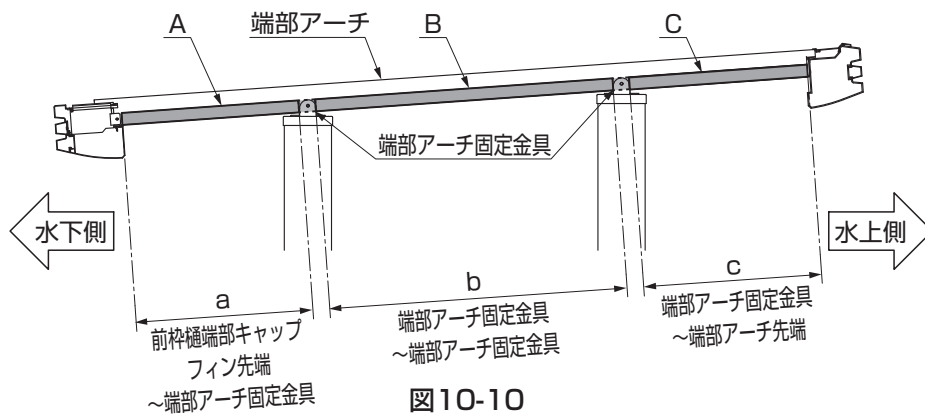
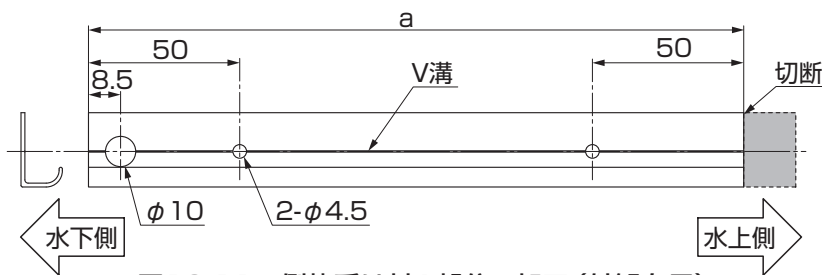
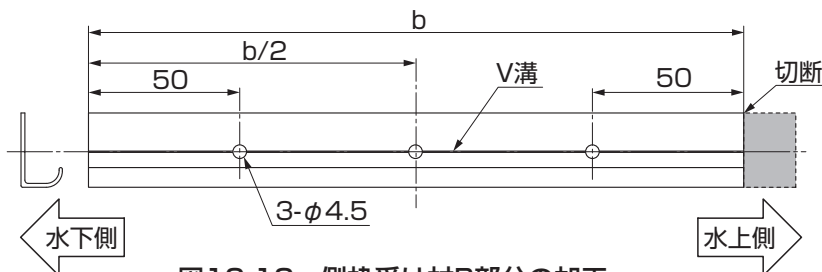

図10-10
図10-11 側枠受け材A部分の加工（外観右用）
図10-12 側枠受け材B部分の加工
(図10-10、図10-11、図10-12、図10-13参照)
- 図10-11、図10-13は右用です。左用は左右対称となります。
- 図10-12は左右共通です。
(2) 側枠受け材の取付け